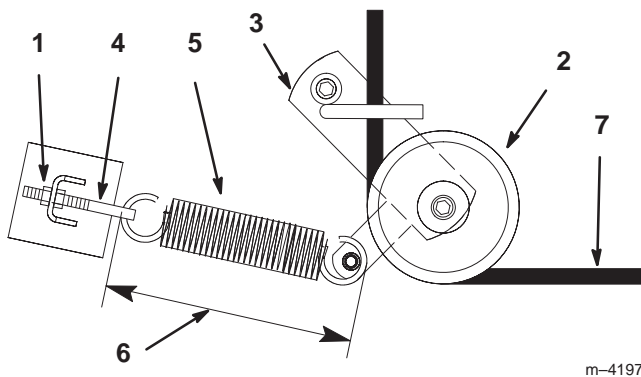

Figure 58
3. Desserrez l'écrou extérieur sur le boulon à œil du ressort (Fig. 58).
5. Déposez la poulie de tension rappelée par ressort (Fig. 58).
6. Faites passer la courroie neuve dans le bras de tension (Fig. 58).
8. Serrez l'écrou extérieur sur le boulon à œil du ressort (Fig. 58).
Remarque : Vérifiez la longueur du ressort. Il doit mesurer 238 mm ± 3 mm une fois en place. Procédez à un réglage si la longueur n'est pas correcte (Fig. 58).